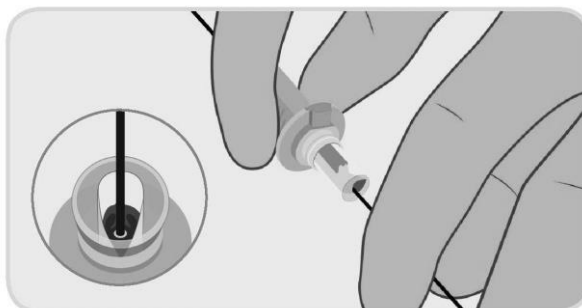

Figura 7. Caricamento del filo guida nella cannula del dispositivo.
- Usare una soluzione salina non eparinata per lubrificare il filo guida durante l'introduzione. Introdurre il filo guida nell'impianto all'interno della cannula di caricamento, Figura 7. Continuare a introdurre il filo guida fino a farlo fuoriuscire dalla parte posteriore dell'impugnatura del dispositivo di chiusura PerQseal+. Tenere l'introduttore a guaina PerQseal a un'angolazione bassa rispetto all'asse longitudinale dell'arteria (ad es. 20°) e quanto più possibile dritto per evitare piegamenti.
Nota 2: Afferrare solo la parte posteriore della cannula di caricamento durante l'inserimento, come indicato in Figura 7.